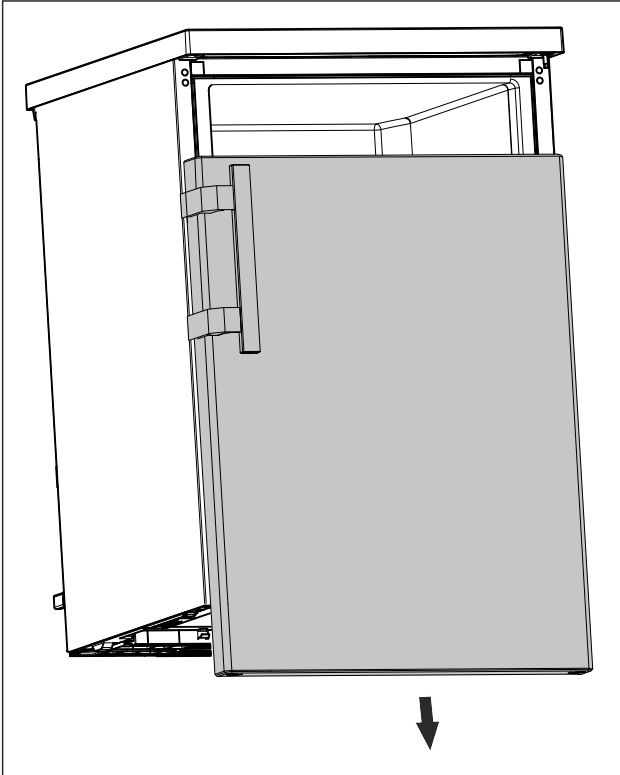

Fig. 9
- ▶ Hiqni derën nga poshtë. (shihni Fig. 9)